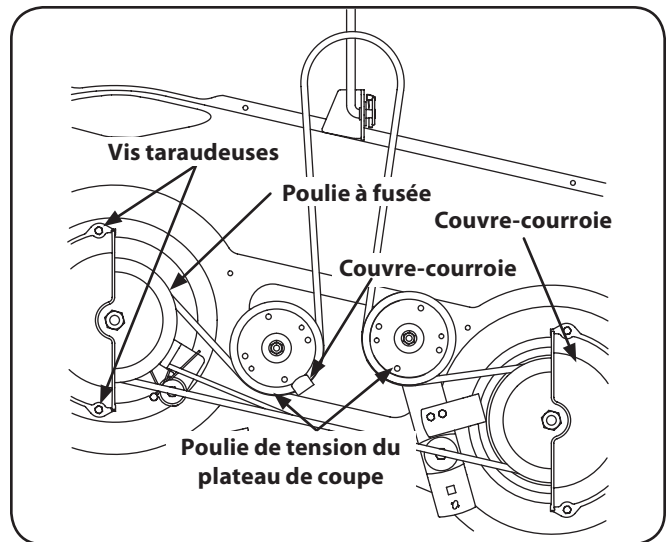

Figure 7-9
4. Dégagez lentement la courroie du plateau de coupe des deux poulies à fusée et des deux poulies de tension du plateau de coupe. Voir la Figure 7-9.
5. Commencez par installer la courroie neuve autour des deux poulies à fusée extérieures, comme à la Figure 7-9.
6. Faites-la ensuite passer autour des deux poulies de tension du plateau de coupe, comme à la Figure 7-9.